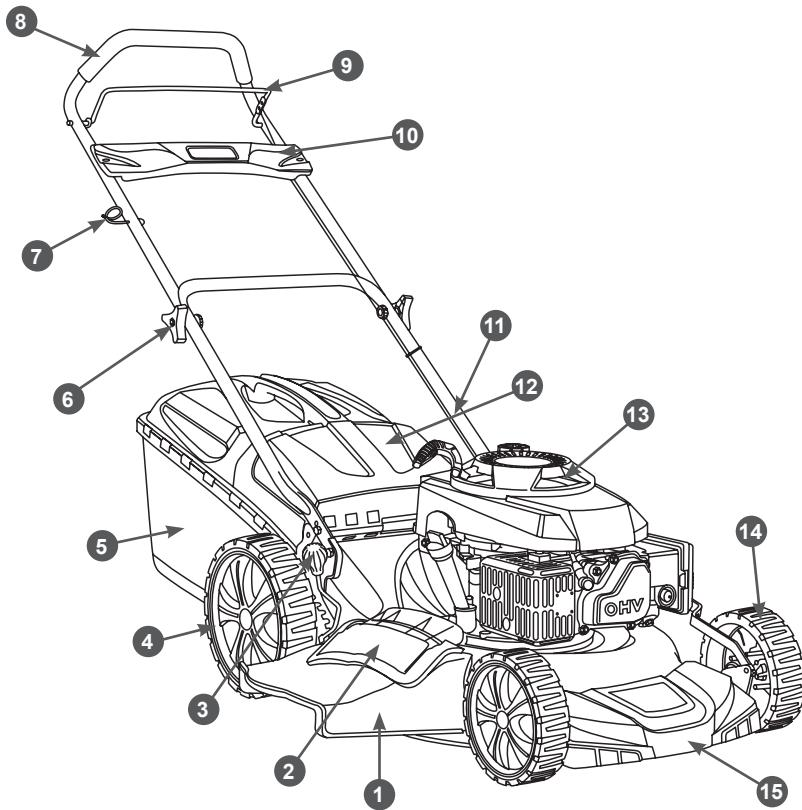

Рис. 1 Основные узлы и органы управления газонокосилки
Расположение основных узлов и органов управления показано на Рис. 1, 2.
6. Закрепите ручку стартера на кронштейне на рабочей рукоятке. Для этого нажмите рычаг 9 остановки двигателя (Рис. 1) и медленно потяните за ручку стартера, чтобы вытянуть шнур из корпуса стартера на требуемую длину. Затем пропустите шнур стартера через витки кронштейна и отпустите ручку стартера. Ручка стартера должна зафиксироваться на кронштейне, как показано на Рис. 6.